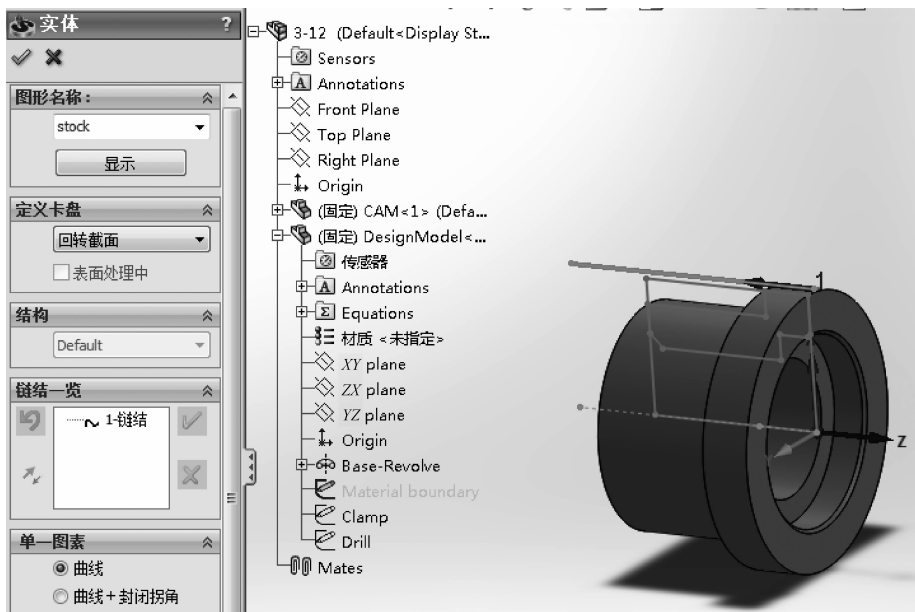

图 3-12 毛坯加工边界的定义
(3) 在【实体】属性管理器中, 在【定义卡盘】选项组中, 选择【回转截面】选项, 在【链结一览】下面的方框中单击鼠标左键。在绘图区选择在步骤(2)中显示的草图边界作为毛坯边界, 如图 3-12 所示, 单击  按钮, SolidCAM 将会自动绕坐标系轴线旋转毛坯边界完成毛坯加工边界的定义。